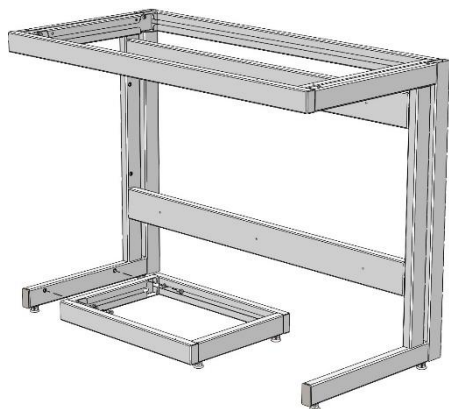

Рис. 7
7. Установить раму для тумб, используя болты M8x16, шайбы 8 и предусмотренные в боковинах заклёпки-гайки M8 (Рис. 7; 8)